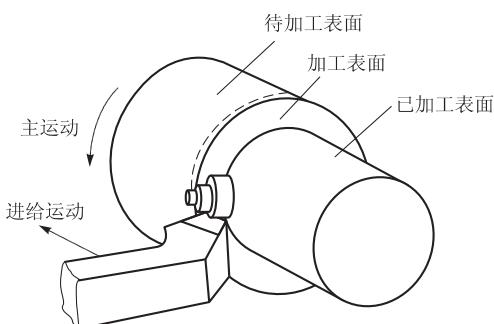

图3-1 车削运动和加工表面
(1) 车削过程中的运动。在切削加工中，为了切去多余的金属，必须使工件和刀具做相对的切削运动。车削加工的切削运动由两种运动组成，即主运动和进给运动(图3-1)。
即已加工表面、加工表面和待加工表面(图3-1)。